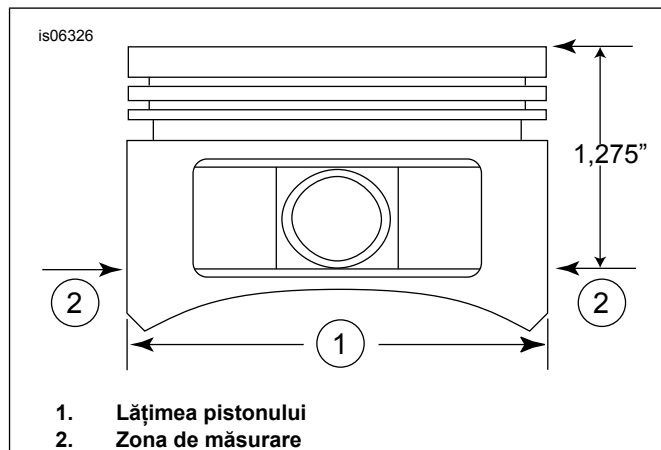

Figura 2. Măsurători piston
5. Consultați Figura 2 . Măsurați lățimea pistonului (1), orizontal la 90 de grade din ambele părți ale orificiului pinului de piston și 1,275 inci în jos de la suprafața punții (partea superioară) a pistonului (2). Consultați Tabelul 6 pentru potrivirea pistonului-la cilindru în acest loc.